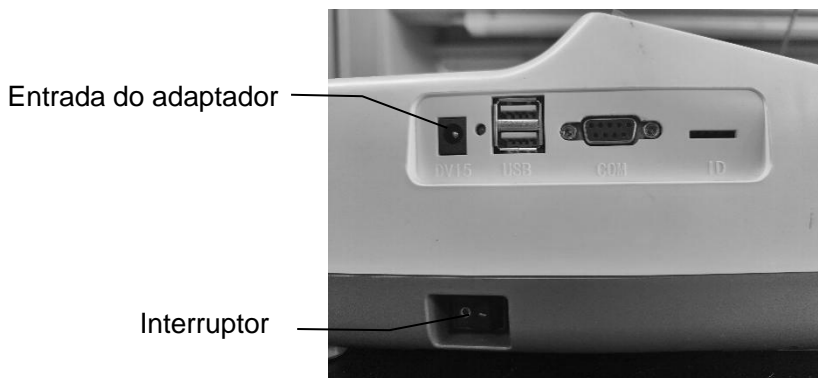

Fig 5
3) Conecte o adaptador à entrada do adaptador (Ref Fig 5).